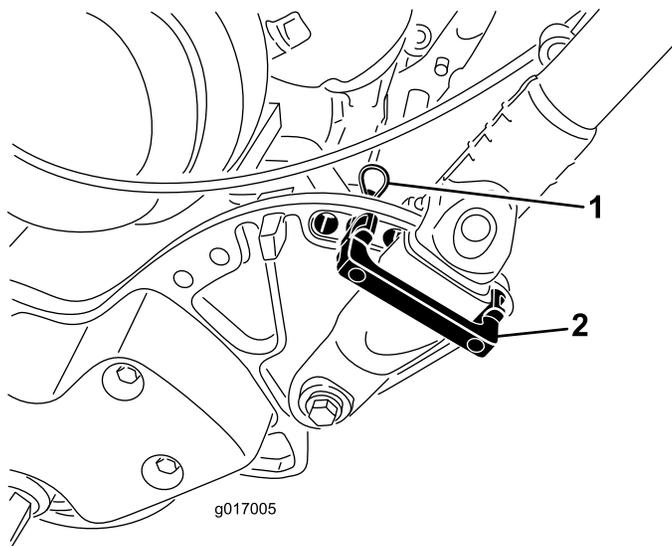

图27
1. 从机器两侧的手柄卡环上卸下发卡销 (图27)。
2. 当撑住手柄时取下两侧的发卡销然后将手柄旋转到所需的操作位置 (图27)。